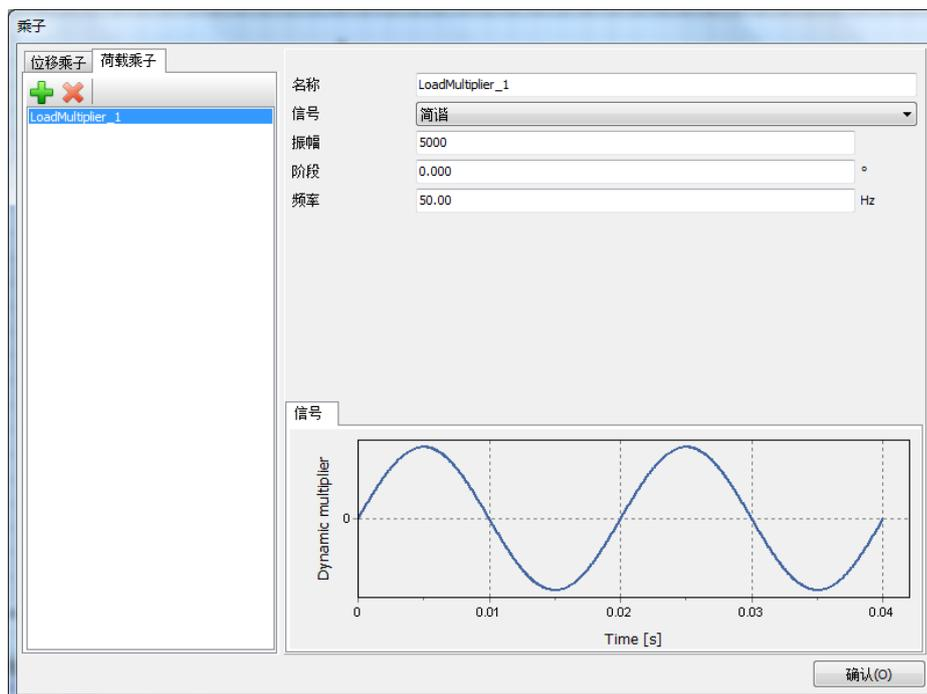

图 3 简谐波乘子的定义
- 在信号下拉菜单选择简谐波选项。设置振幅为 5000，阶段是 0，频率为 50Hz，如图 3。